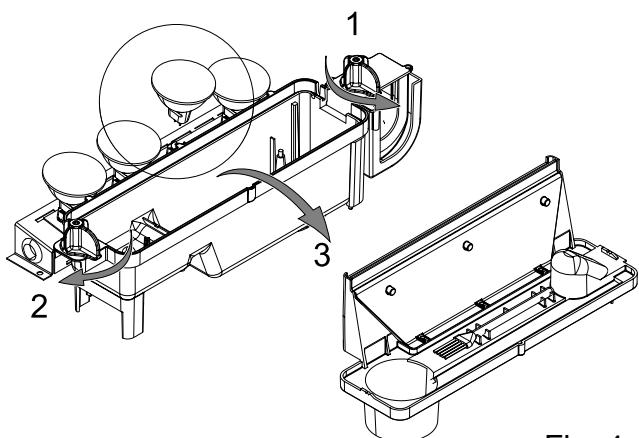

Fig. 4
3. Setzen Sie die Lampen in die Lampenhalterung (Abb. 4). Vorsicht bei der Einführung der Stifte in die Löcher. (Abb. 4a)